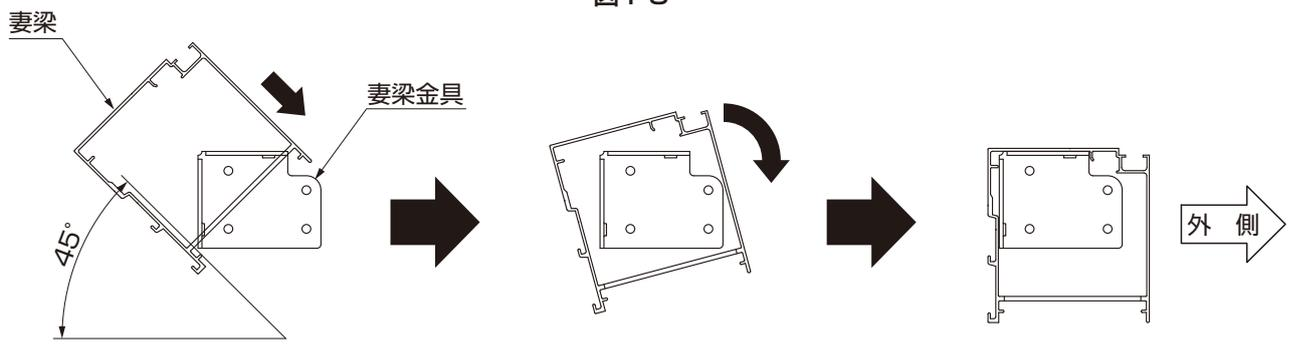

図1-9
- 妻梁を取付ける際は、図1-9のように回転させて取付けてください。
- ③妻梁フタを妻梁にはめ込んでください。